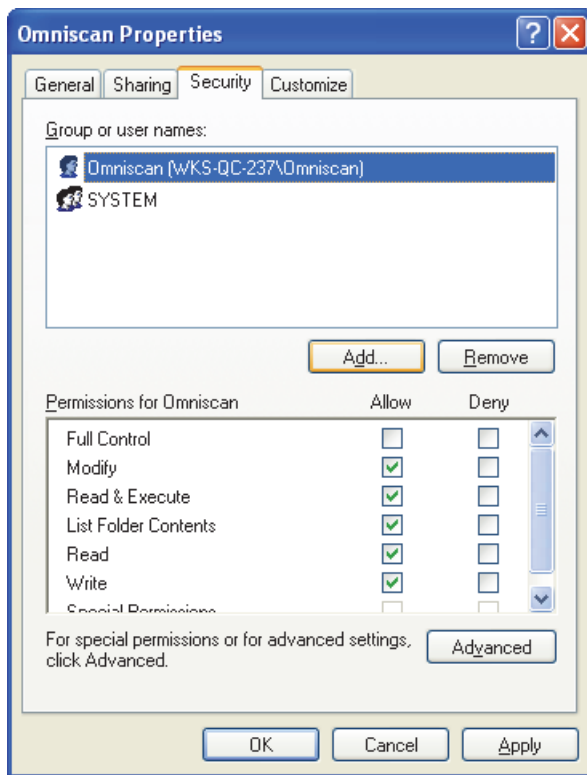

Рис. 7-19 Настройка полномочий доступа для пользователя Omniscan
16. Во вкладке **Security** (Безопасность) диалогового окна **Omniscan Properties** [Свойства Omniscan] (см. Рис. 7-19 на стр. 213) выполните следующее: